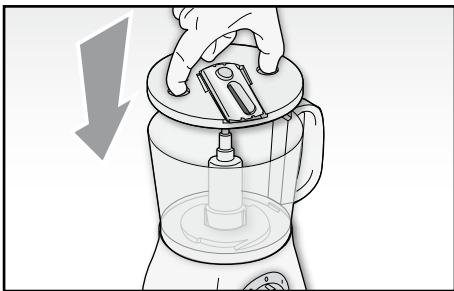

Fig. 10
- Montare il disco porta lame (I) completo sul perno motore (C), afferrandolo dagli appositi occhiali, con la lama rivolta verso l'altro (Fig. 10).
- Inserire il coperchio (O) sopra la ciotola (P) e procedere come indicato nel paragrafo “Tritare, impastare o montare”.